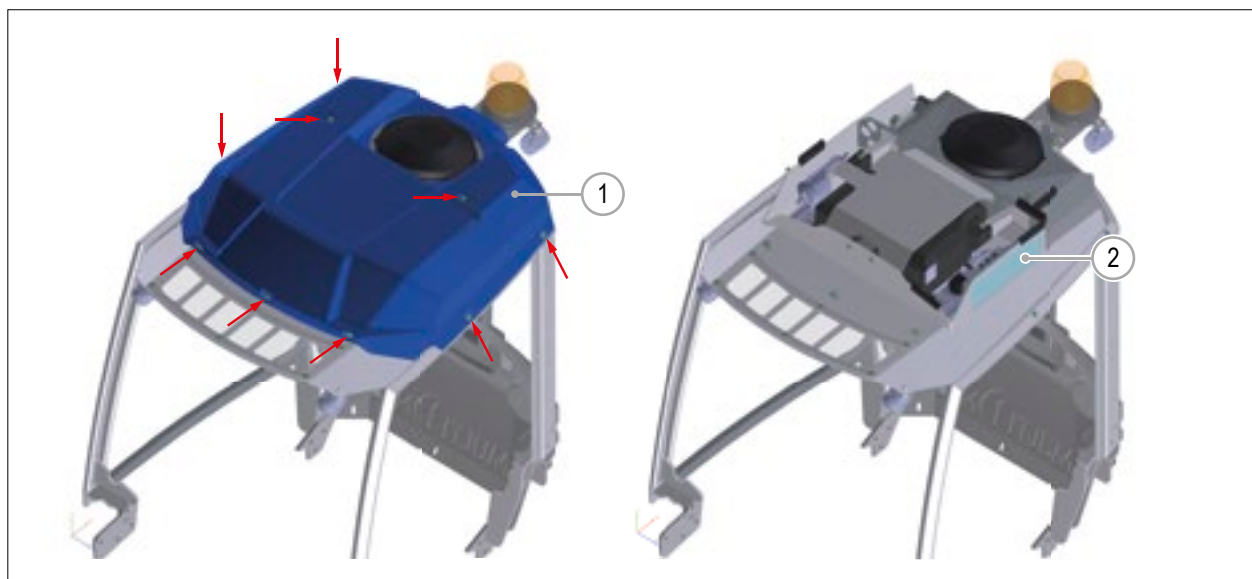

РИС. 53
- 2) Снимите верхнюю панель (РИС. 53 - Сс. 1), открутив винты которые крепят её к раме.
- 3) Снимите воздушный фильтр (РИС. 53 - Сс. 2), потянув его за верхнюю часть.